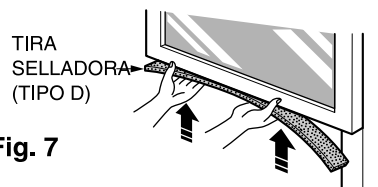

Fig. 7
2. Corte la tira selladora con respaldo adhesivo (TIPO D) al ancho de la ventana. Pele el respaldo y fije la tira selladora al lado inferior de la hoja de la ventana. (Fig.7)